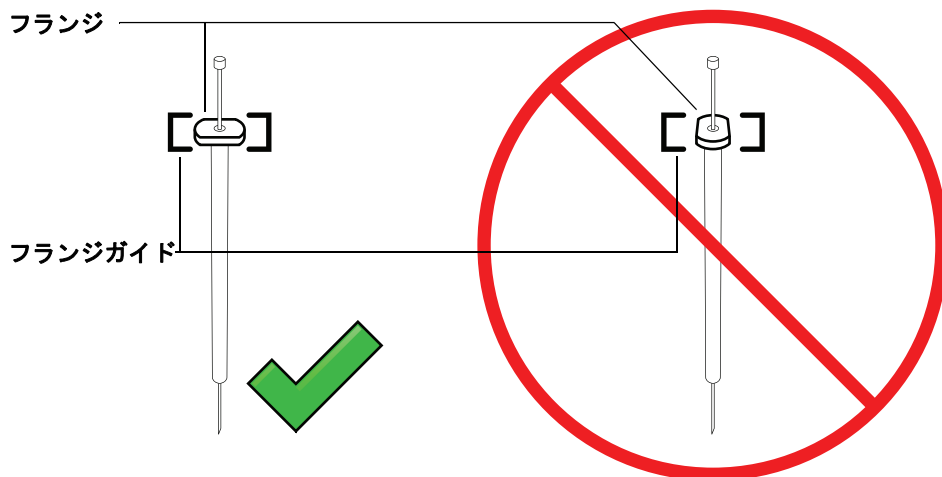

図 91 シリンジフランジの向き
- 7 シリンジフランジをフランジガイドに整列させ、シリンジを押してはめ込みます。ニードルの先端がニードルサポートフットのガイドホールに通ったままにしておきます。必ず、シリンジフランジの平らな端が外側に向くようにします (図 91)。